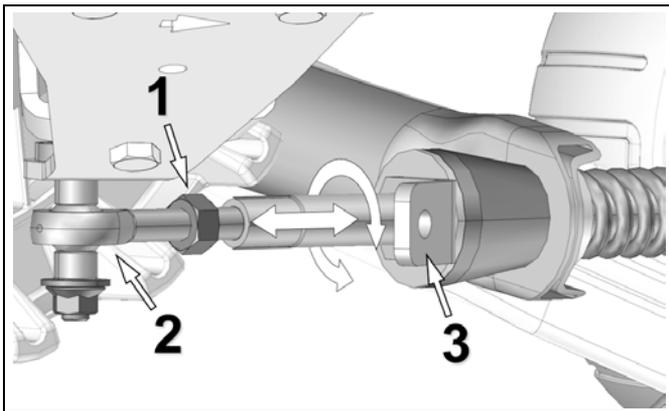

Abbildung 5
- Lösen Sie Gegenmutter (1). Stellen Sie die Länge des Stangenkopfes (2) ein, indem Sie das Lenkbegrenzer-Stützblech (3) des Stabilisierungsarms drehen. Verwenden Sie zur Drehung des Stützbleches einen 30 mm [1 3/16 Zoll] Schraubenschlüssel, um einen Abstand von **308 mm [12 1/8 Zoll]** vom Boden aus zu erzielen. Siehe Abbildung 5.